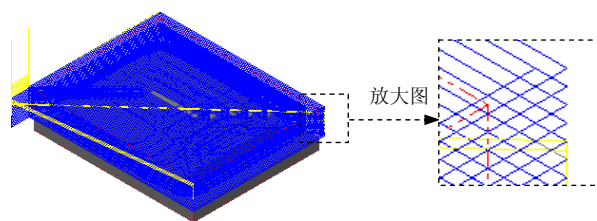

图 5.8 刀具路径
(1) 在“曲面粗加工挖槽”对话框中单击 **粗加工参数** 选项卡，在 **Z 轴最大进给量** 文本框中输入 1，然后在 **进刀选项** 区域中选中 ☒ **由切削范围外下刀**、☒ **螺旋式下刀** 复选框。
(2) 单击 **螺旋式下刀** 按钮, 系统弹出“螺旋/斜插进式下刀参数”对话框, 单击“螺旋/斜插进式下刀参数”对话框中的 **斜插进刀** 选项卡, 在 **如果斜插下刀失败** 区域选中 **中断程序** 单选项, 单击“螺旋/斜插进式下刀参数”对话框中的 **✓** 按钮。
(3) 单击 **切削深度(D)...** 按钮, 在系统弹出的“切削深度设置”对话框中选中 **绝对坐标** 单选项, 然后在 **绝对的深度** 区域的 **最高位置** 文本框中输入 5, 在 **最低位置** 文本框中输入 -30。单击 **✓** 按钮, 系统返回至“曲面粗加工挖槽”对话框。
(4) 单击 **间隙设置(G)...** 按钮, 在系统弹出的“刀具路径的间隙设置”对话框中选中 **✓ 切削顺序最佳化** 复选框, 单击 **✓** 按钮, 系统返回至“曲面粗加工挖槽”对话框。
Step11. 单击“曲面粗加工挖槽”对话框中的 **✓** 按钮, 完成加工参数的设置, 此时系统将自动生成图 5.8 所示的刀具路径。